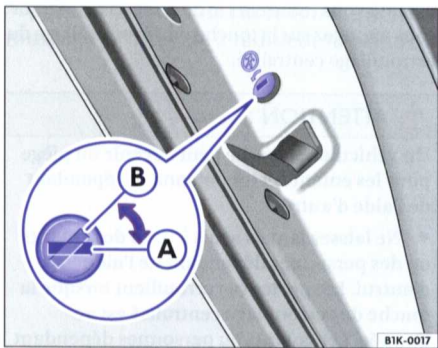
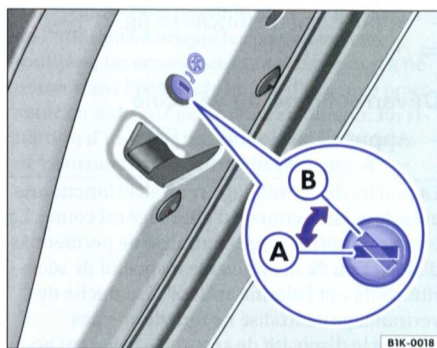

Fig. 22 Sécurité enfants sur la porte gauche : A désactivée, B activée
Fig. 23 Sécurité enfants sur la porte droite : A désactivée, B activée
- La porte étant ouverte, tournez la fente en position ⇒ fig. 22 (B) ou ⇒ fig. 23 (B) avec la clé du véhicule.